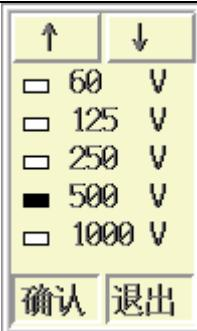

图 2.12 选择发射电压
操作：可以直接用③、④键来修改，也可以按确认键调出发射电压选择界面（如图 2.12）进行选择。